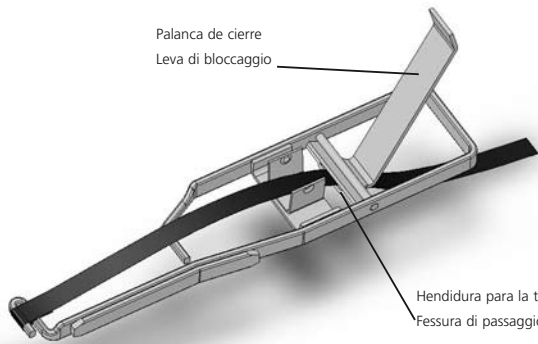

Fig. 4
4. Pasar el extremo libre de la tira de separar por la abertura para la misma, que se halla en el lado inferior de la palanca de cierre, véase fig. 4.
4. Inserire l'estremità libera della striscia nella fessura che si trova sotto la leva di bloccaggio dello stripper (vedi fig. 4).